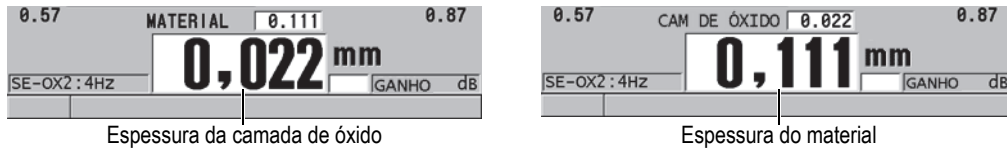

Figura 7-3 A medida selecionada será visualizada com a maior fonte
- c) Na **FONTE GRANDE**, selecione qual medição será exibida com fonte grande na tela de medição (veja Figura 7-3 na página 108).